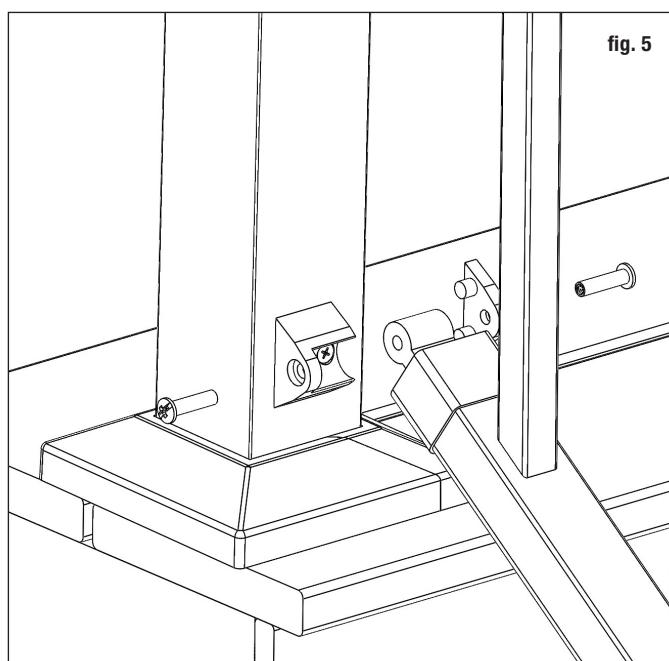

fig. 5
Step 10 Install the bottom railing between the posts by sliding the brackets together. Attach the side of the bracket with the barrel bolt to secure in place (fig 5).
Étape 10 Installez la balustrade inférieure entre les poteaux en faisant glisser les supports ensemble. Fixez le côté du support avec le boulon cylindrique pour le fixer en place (fig. 5).
Paso 10 Instale la barandilla inferior entre los postes deslizando los soportes juntos. Fije el lado del soporte con el perno cilíndrico para asegurarlo en su lugar (fig. 5).